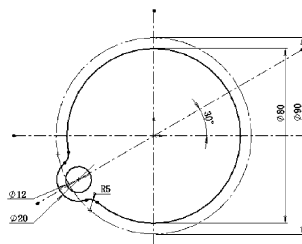

图 2-45 圆角操作
STEP 8 单击“草图”工具栏中的“圆角”按钮，设置圆角半径为 5mm，捕捉剪裁后两个圆弧的交点，进行圆角操作，效果如图 2-45 所示。